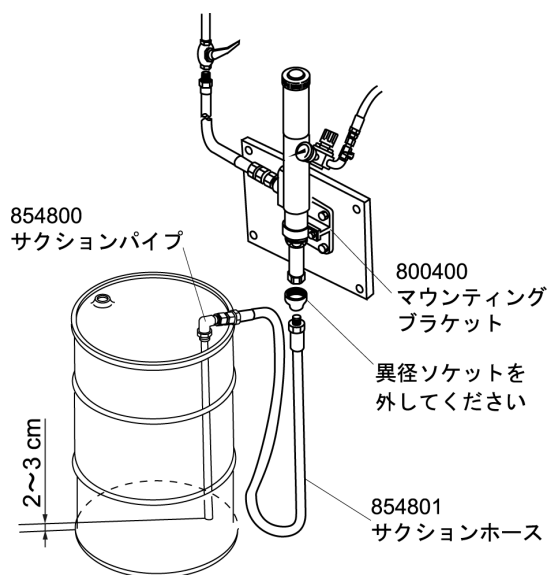

Fig.4
- 1) マウンティングブラケット（別売：製品番号 800400）のポンプ固定用バンドのボルトを緩めてバンドを取り外してください。(Fig.4)
- 5) 前項〔ドラムポンプの場合〕4)項と同じようにドラム缶底とサクショチューブ吸入口の間隔を調整してください。(Fig.4)